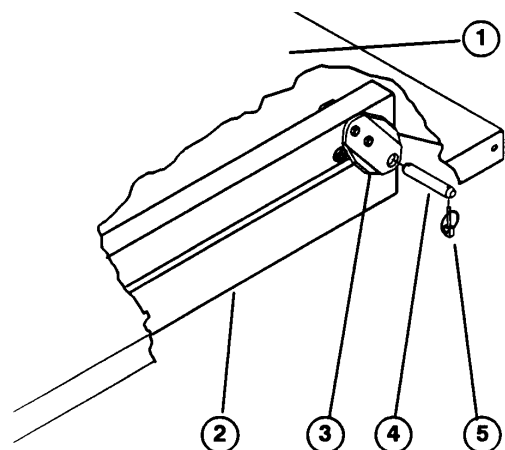

Fig. 8
3. Sett lasteplanet forsiktig på kjøretøyets ramme, og rett bakre dreieplatehull opp med hullene i bakre rammekanal (fig. 8).
4. Fest hvert dreieplatesett til rammekanalene med en gaffelbolt og to akselpinner (fig. 8). Trekk til dreieplatens festeskruer hvis de ble løsnet tidligere.